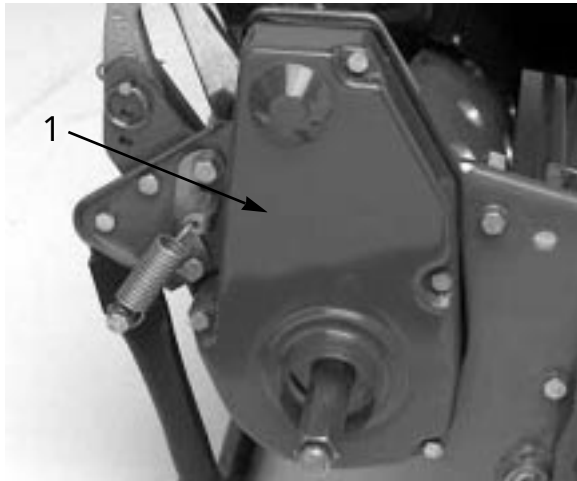

図 36
1. ベルト・カバー固定ネジを取り、カバーを外して、ベルトを露出させる（図36）。